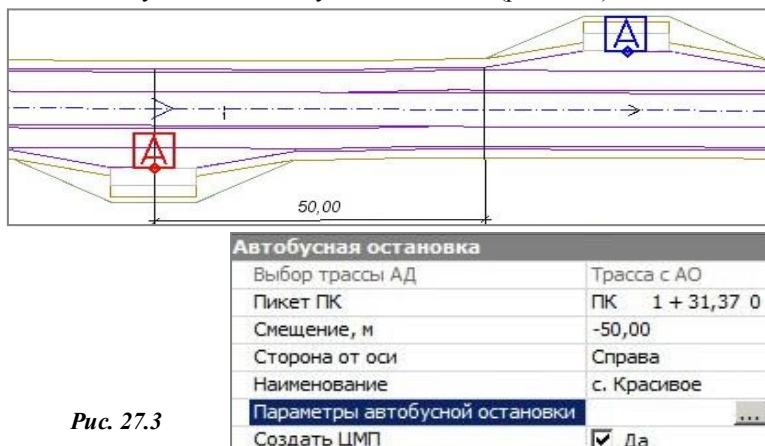
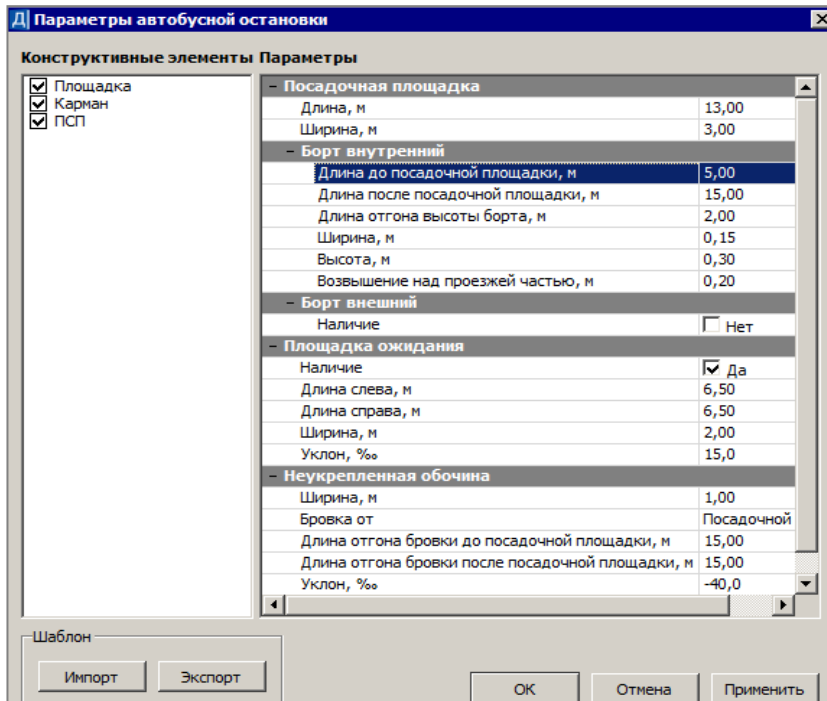

Рис. 27.3
Рис. 27.6
После указания или захвата точки привязки АО открыты все параметры для ввода или уточнения следующих данных (рис. 27.3):
*На заметку* После ввода смещения пересчитывается пикет привязки. Например, для привязки выбрана точка в конце кармана АО слева, затем указано смещение к началу трассы «-50» (рис. 27.3).
В строке **Параметры автобусной остановки** (рис. 27.3) при помощи кнопки выбора открывается диалоговое окно, в котором по умолчанию заданы настройки создания всех элементов АО (рис. 27.6).
Предусмотрена возможность задавать разную длину для внутреннего борта до и после посадочной площадки (группа параметров **Борт внутренний**) и разную длину отгона бровки до и после посадочной площадки (группа параметров **Неукрепленная обочина**) (рис. 27.6).